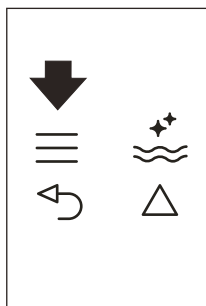

Рис. 22
- ▶ Нажмите значок ☼ (B2), чтобы войти в меню (рис. 22), затем нажимайте значки △ (B7) и (B8) (рис. 9) пока на дисплее не появится сообщение PROGRAM HOT WATER (ПРОГРАММИРОВАНИЕ, ГОРЯЧАЯ ВОДА).
- ▶ Нажмите значок  (B2), чтобы войти в меню (рис. 22), или нажимайте значки   (B7) и (B8) (рис. 9) пока на дисплее не появится сообщение PROGRAM CAPPUCCINO (ПРОГРАММИРОВАНИЕ, КАПУЧИНО).